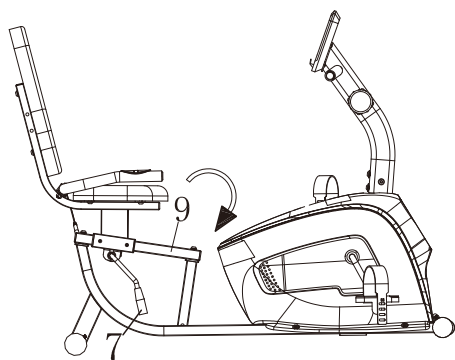

Fig 1
Premere verso il basso la leva del freno (#7) per allentare (vedi Fig. 1). Quindi è possibile spostare il telaio del cuscino (4) per trovare una posizione adatta sul Tubo Regolabile (#9). Tirare verso l'alto la leva del freno (#7) per serrare (vedi Fig. 2). Stringere sempre la maniglia del freno (#7) quando si utilizza il prodotto